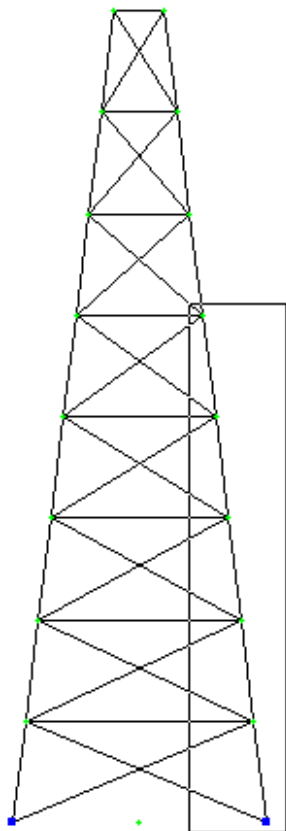

Рис.5.21. Выделение элементов растягиванием "резинового окна"
- Выделите проекцию пяти нижних элементов правой грани башни растягиванием резинового окна, как показано на рис.5.21.